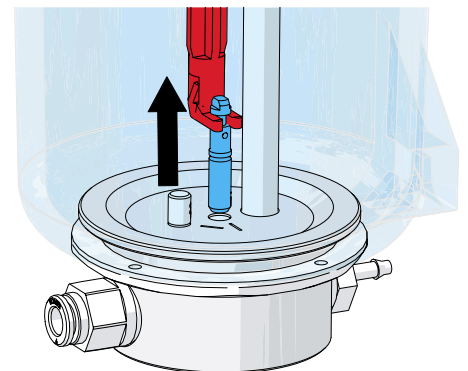

Fig. 11
- ⇒ Com a ferramenta, agarrar o bocal doseador e puxar para cima (Fig. 11).